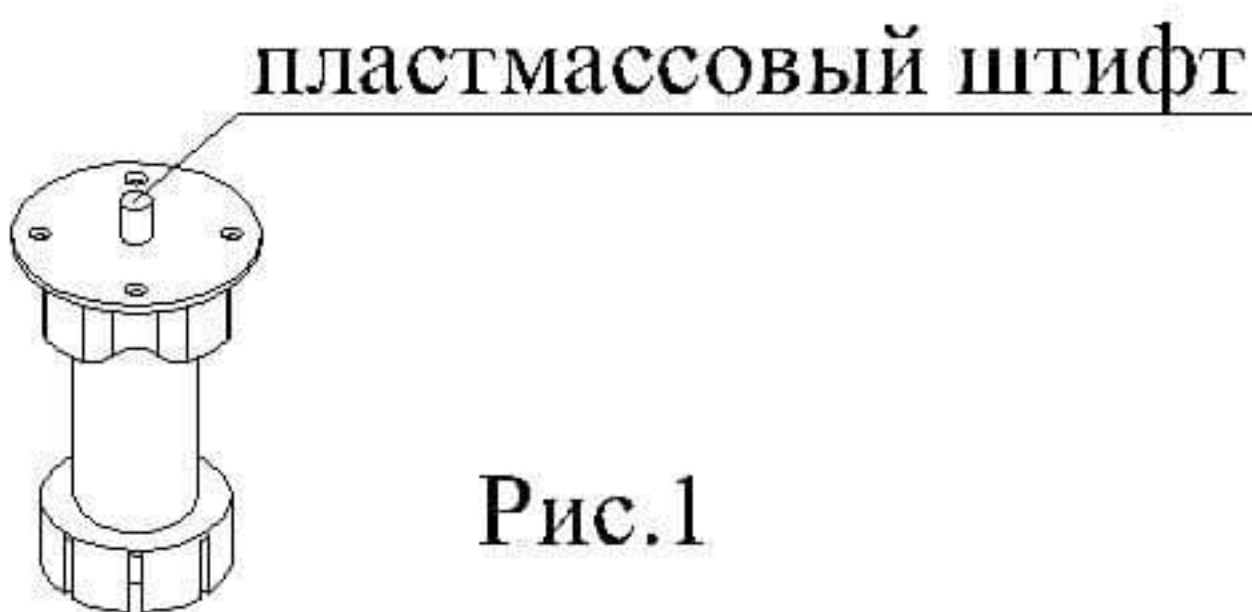

Рис.1
- 4. Крепить к дет.4 опоры регулируемые (5шт.) по месту с помощью шурупов 3.5х16, предварительно отломить на опорах пластмассовый штифт (см. рис.1).